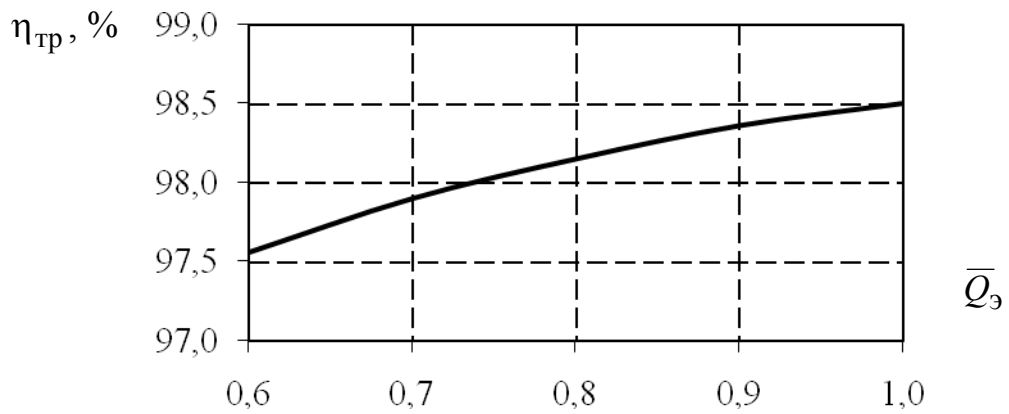
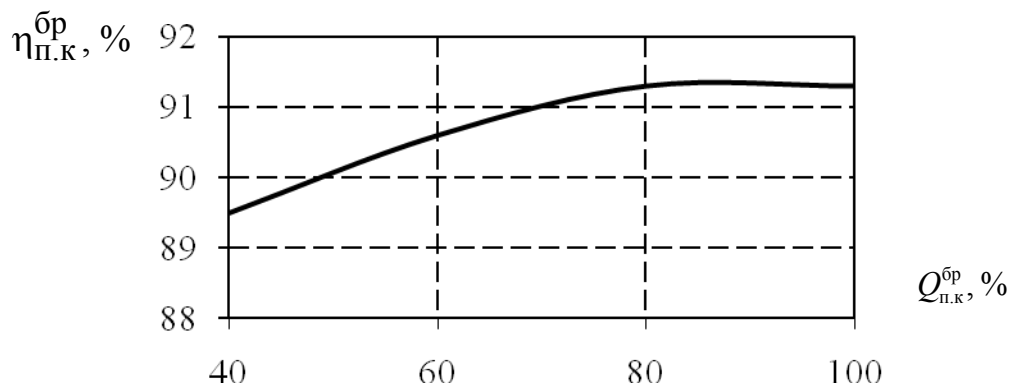

Рис. 3. Кривая изменения $\eta_{тр}$ в зависимости от расхода теплоты
Рис. 4. Нормативная характеристика котлоагрегата
4. Постройте топливную энергетическую характеристику энергоблоков 300 МВт, 500 МВт, 800 МВт по данным табл. 3. Принять КПД транспорта теплоты по рис. 3, КПД котлоагрегата по рис. 4.